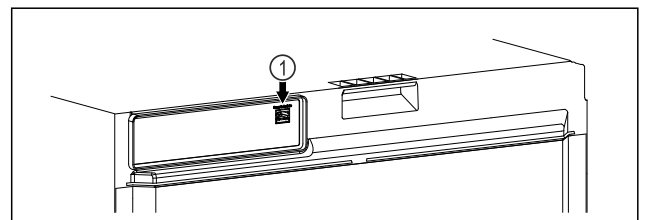

Fig. 117
- SmartModule Fig. 117 (1) установлен.